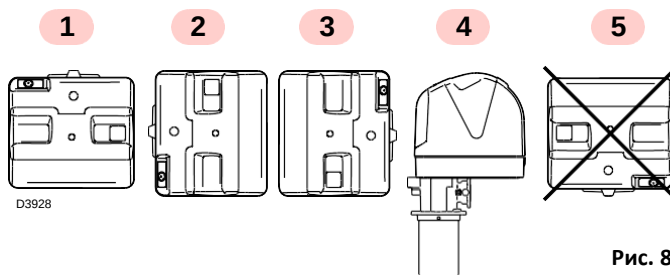

Рис. 8
- > Горелка предназначена для работы только в положениях 1, 2, 3 и 4 (Рис. 8).